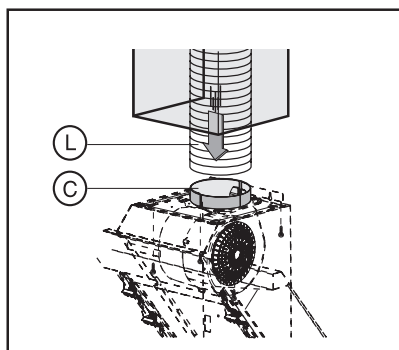

Рис. 14
6. Если Ваша вытяжка будет работать в режиме отвода воздуха в вентиляционную шахту (см. пункт «Эксплуатация вытяжки»), подсоедините воздуховод **L** (в комплект поставки не входит) к выходному отверстию **C** вытяжки (см. рис.14). Рекомендуется использовать воздуховод диаметром 150 мм. Использование воздуховода диаметром 120 мм снижает производительность и увеличивает шум при работе вытяжки. Если все же Вы устанавливаете воздуховод диаметром 120 мм, то на выходное отверстие **C** предварительно необходимо установить переходной фланец, имеющийся в комплекте поставки. Место стыковки переходного фланца с выходным отверстием вытяжки и воздуховода с переходным фланцем необходимо промазать герметиком, а сам воздуховод закрепить с помощью хомута (в комплект поставки не входит и приобретается отдельно).